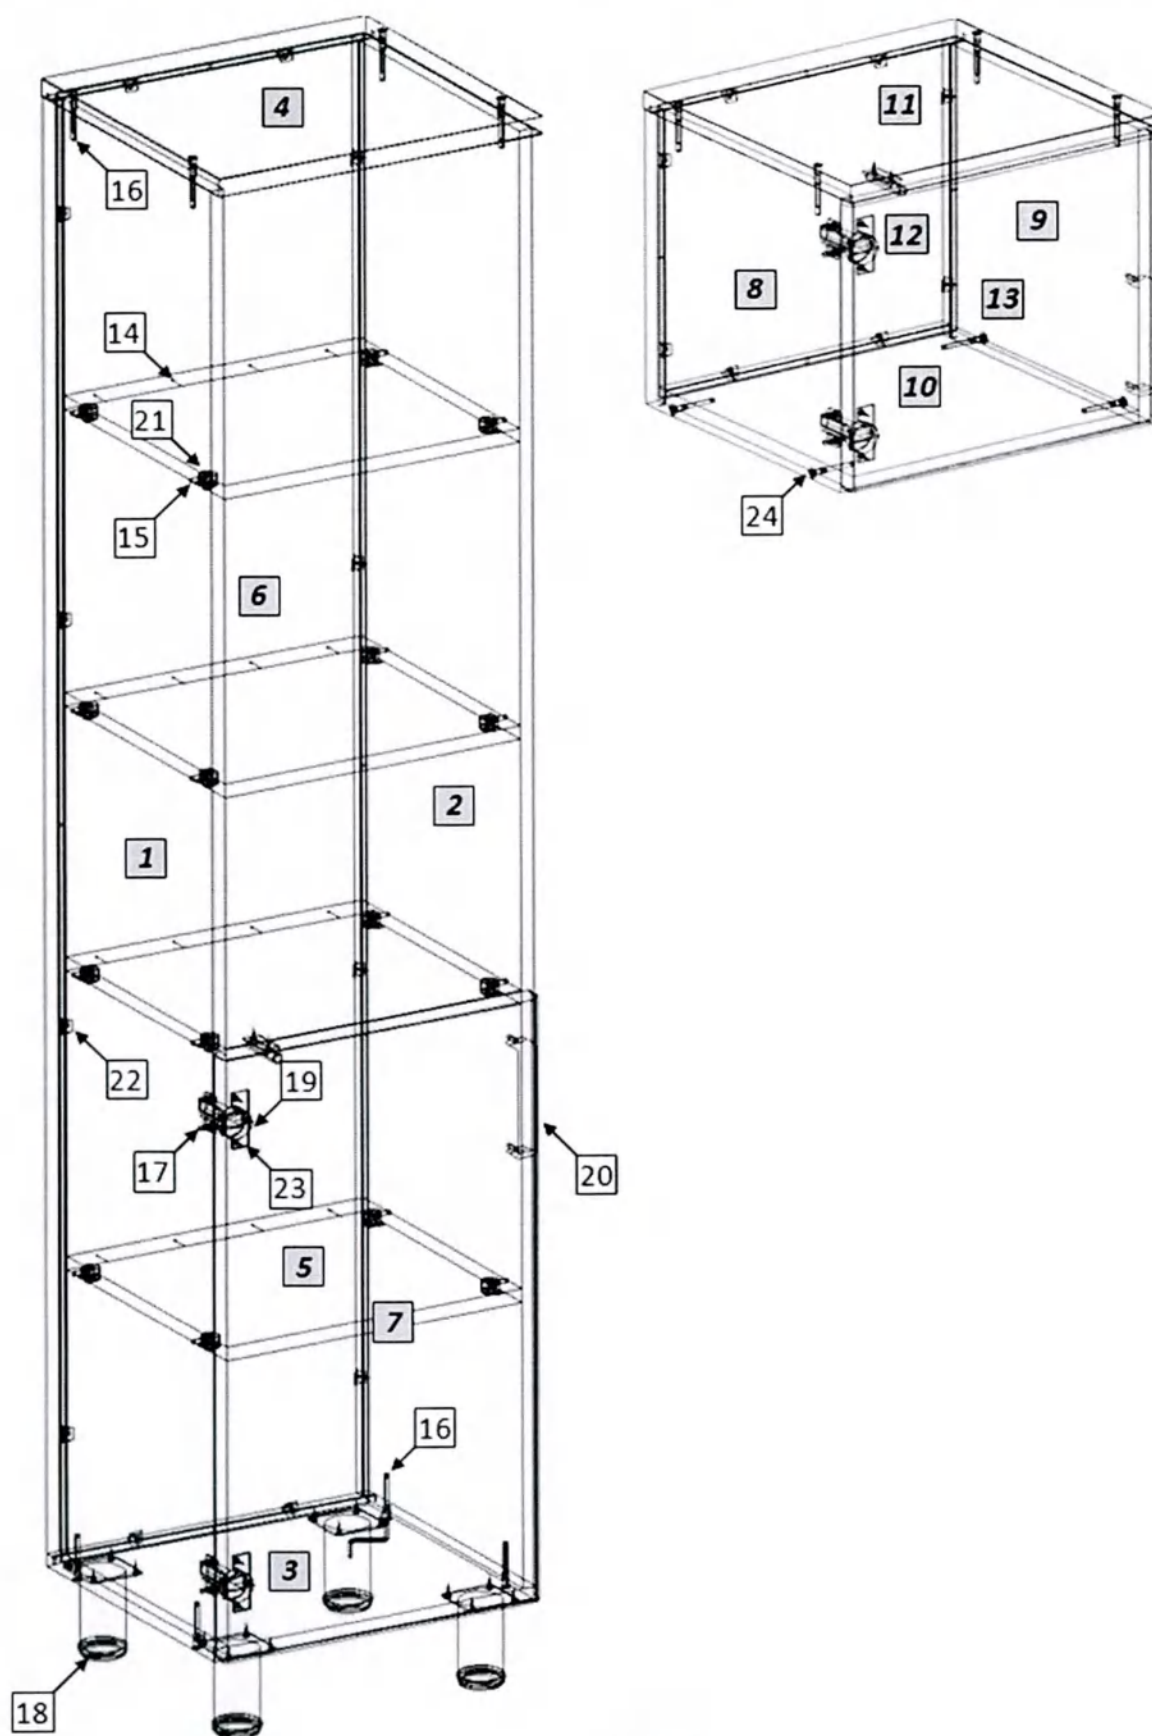

Рис. 1
1. Внимательно ознакомьтесь со схемой сборки, изображённой на рис. 1, сверяясь со спецификацией на изделие. Согласно схеме и спецификации определите расположение деталей в изделии и порядок их сборки. Сборка производится на ровном полу, укрытом материалом, предотвращающим повреждение покрытия пола и деталей мебели. Подготовьте необходимые для сборки инструменты – плоскую и крестовую отвёртки, молоток, рулетку или линейку.
2. На боковых стенках (1,2) установите ввинчиваемые дюбели эксцентриковых стяжек (8). Установите монтажные планки петель (11). На горизонтальных стенках (5) установите эксцентриковые стяжки (15). Евровинтами (10) соедините боковые стенки (1,2) с горизонтальной нижней стенкой (3) и крышкой (4), установив в пазы заднюю стенку (6). Закрепите заднюю стенку в пазах уголками (16). Установите и закрепите горизонтальные стенки (5), гвоздями (8) зафиксируйте к ним заднюю стенку. На горизонтальной нижней стенке (3) шурупами (12) закрепите опоры (12).